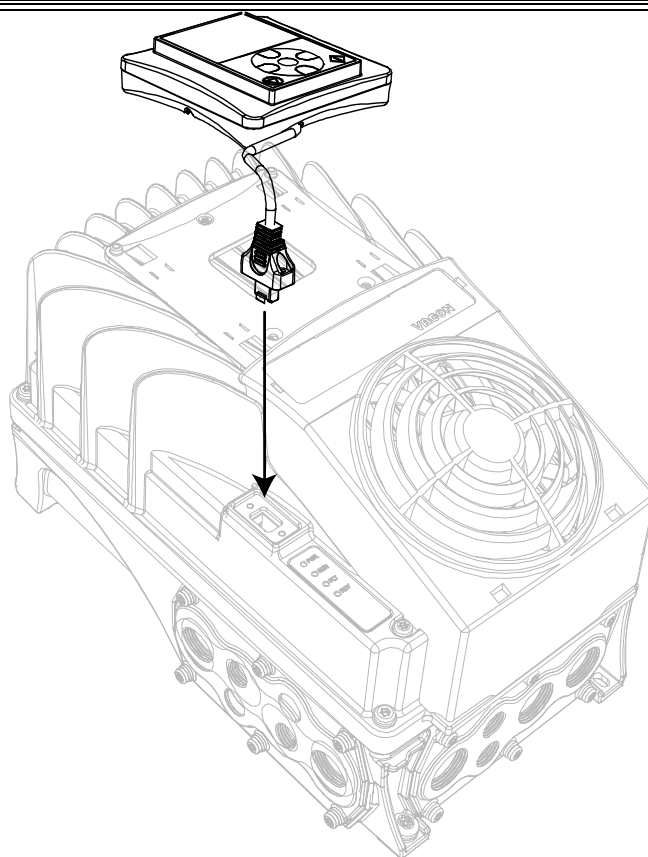

Figure 53. Montage du panneau opérateur
- Branchez le panneau opérateur au convertisseur et le câble au connecteur IHM, comme le montrent la Figure 53 et la Figure 54.